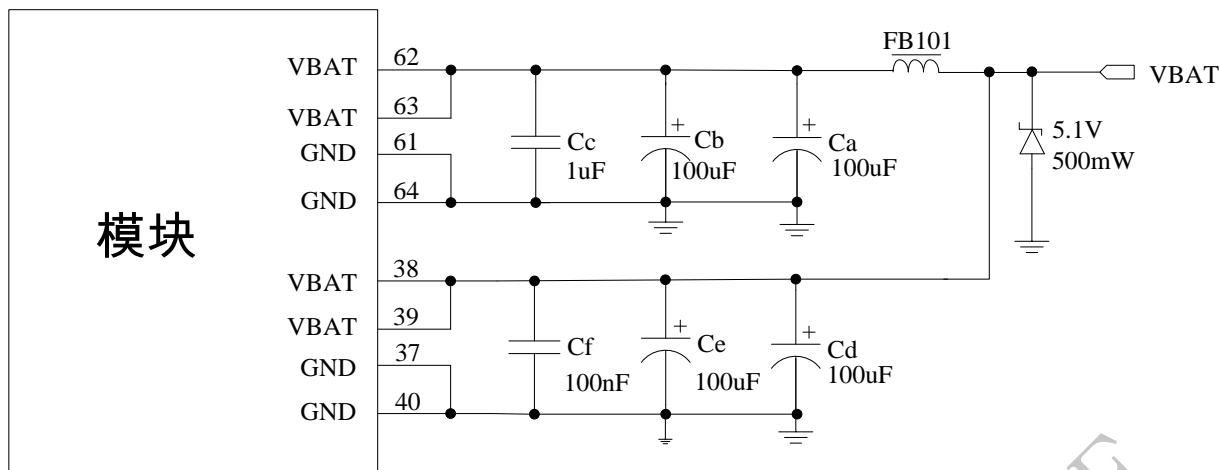

图 8: VBAT 输入参考电路
**注意：**测试条件：VBAT 供电 3.8V， $C_d=100\mu F$  钽电容 (ESR 等于  $0.7\Omega$ )， $C_f=100nF$ 。（电路请参考图 8）